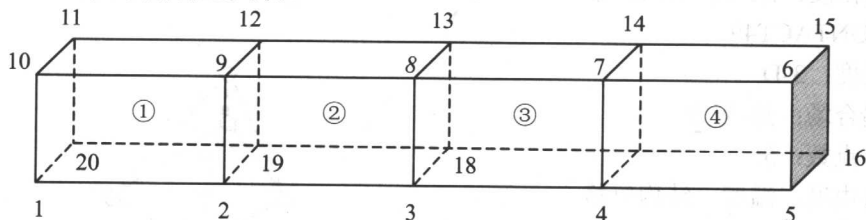

图 1-3 用有限个 SOLID5 单元表征具有一定边界的区域
对于图 1-3 所示具有一定边界的区域，可以将其划分为有限个 SOLID5 单元。每一节点都有对应的数字序号 1、2、3、……；每一单元也有其相应的编号①、②、③……。各相邻单元之间通过公共顶点相互关联。